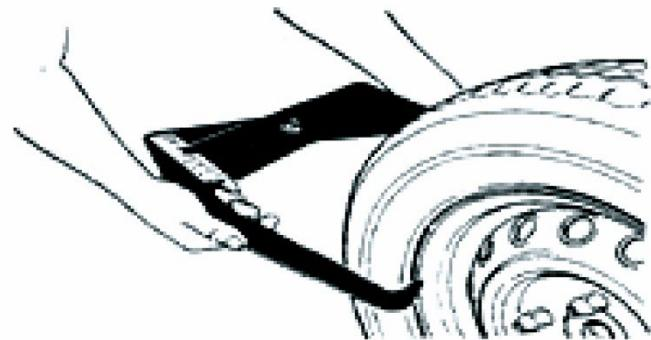

Abb.2
* Einstellen des "b"-Wertes: Lesen Sie den Durchmesser welche auf dem Rad angegeben ist ab oder benutzen Sie hierzu die Breitenmesslehre (wie in Abb.2 angezeigt), danach den Wert mittels